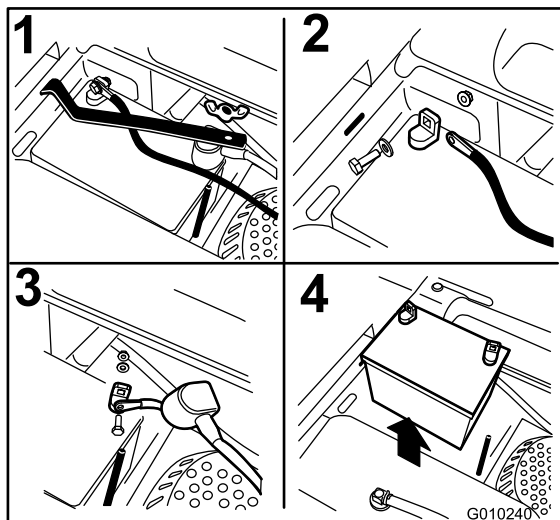

Figura 44
3. Retire la tuerca de orejeta que sujeta la abrazadera de la batería (Figura 44).
4. Primero desconecte el cable negativo (negro) del borne negativo (-) (negro) de la batería (Figura 44).
5. Retire la cubierta de goma roja del borne positivo (rojo) de la batería y retire el cable positivo (+) (rojo) (Figura 44).
6. Retire la abrazadera (Figura 44).
1. Coloque la batería en la bandeja, con los bornes frente al depósito de aceite hidráulico (Figura 44).
4. Fije los cables con 2 pernos, 2 arandelas, y 2 contratueras (Figura 44).
6. Instale la abrazadera y sujétela con la tuerca de orejeta (Figura 44).